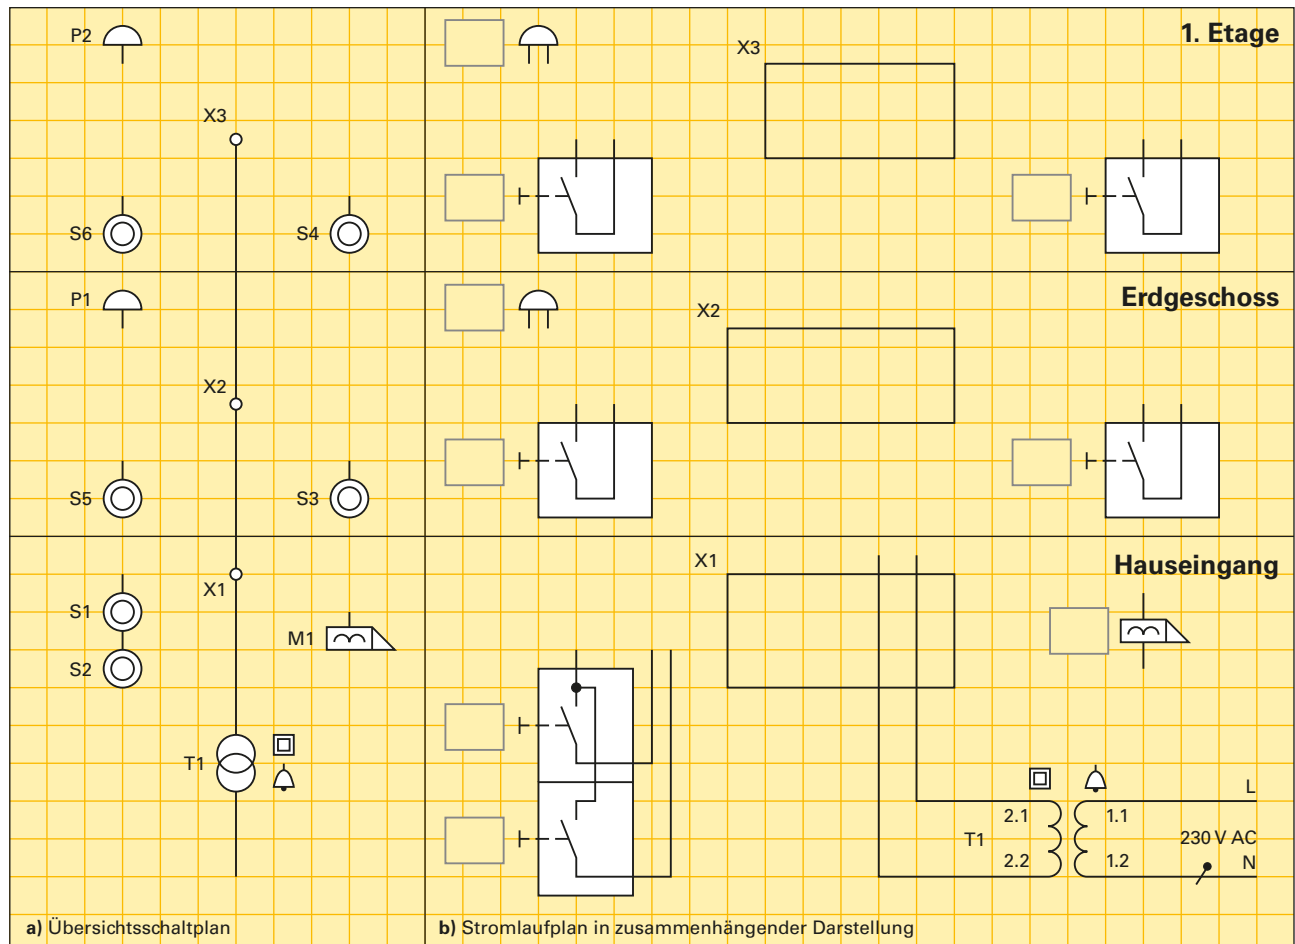

Bild 2: Klingel- und Türöffneranlage für zwei Wohnungen
b) den Stromlaufplan in zusammenhängender Darstellung (**Bild 2**).